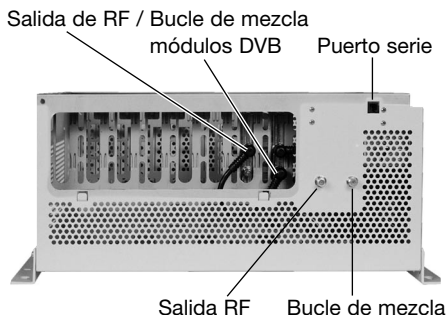

Fig. 3: Parte inferior del equipo con 2 módulos DVB insertados y sus conexiones
- Monte un conector F en el extremo del cable de bajada de la unidad base y rósqelo fuerte a la salida RF, ver fig. 3.